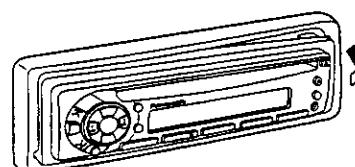

Fig. 5
- ② Appuyer sur le côté droit du panneau jusqu'à ce qu'un déclic se fasse entendre. (→ Fig. 5)